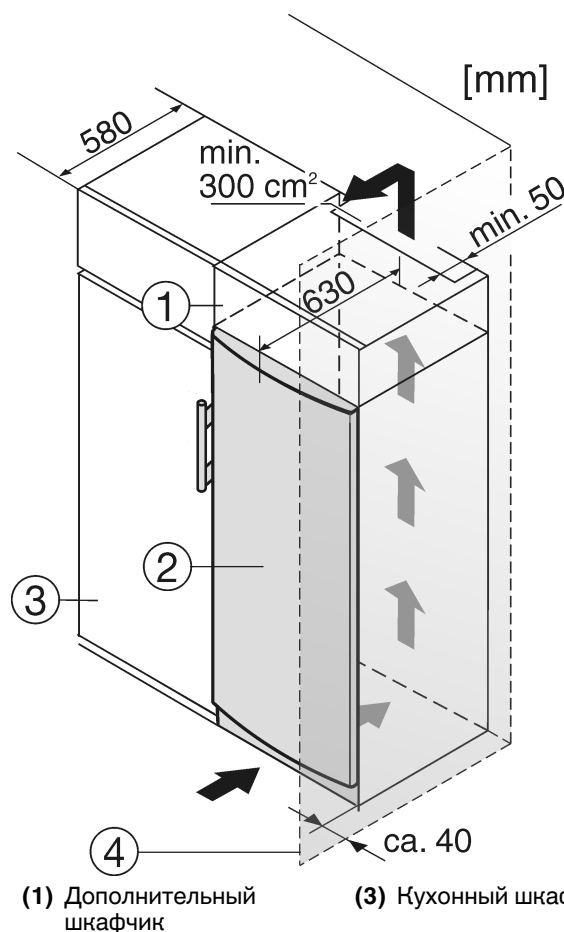

Fig. 8
(2) Устройство
Устройство может быть окружено предметами кухонной обстановки. Чтобы уравнивать устройство *Fig. 8 (2)* по высоте с кухонной стенкой, можно установить над устройством соответствующий дополнительный шкафчик *Fig. 8 (1)*.
При комбинировании с обычными кухонными шкафами (глубина макс. 580 мм) устройство можно установить непосредственно рядом с кухонным шкафом *Fig. 8 (3)*. Дверь устройства выступает по сторонам на 34 мм и по центру устройства на 50 мм относительно передней стенки кухонного шкафа. Поэтому ее можно свободно открывать и закрывать.
Если устройство установлено на шарнирах у стены *Fig. 8 (4)*, то расстояние между устройством и стеной должно быть не менее 40 мм. Настолько выступает ручка при открытой дверице.